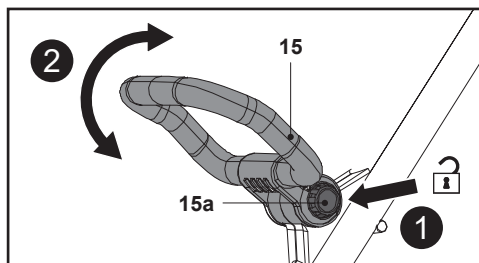

Fig. 6
1. Mantenha premido o botão de bloqueio (15a) e, em seguida, rode a pega auxiliar (15) para cima ou para baixo para ajustar o ângulo (Fig. 6).
2. Liberte o botão de bloqueio (15a) e continue a oscilar suavemente a pega auxiliar (15) até bloquear no devido lugar. Certifique-se de que o sistema dentado bloqueia no devido lugar.